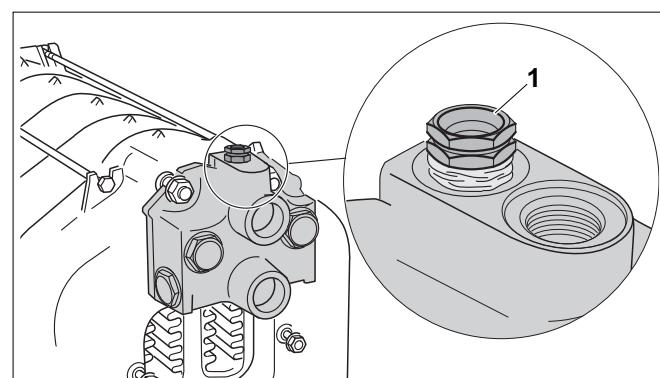

Рис. 22 Установка гильзы для датчиков
- Заглушить подающую и обратную линии (воздушник установить на фитинге Rp ¾) (→ рис. 22).